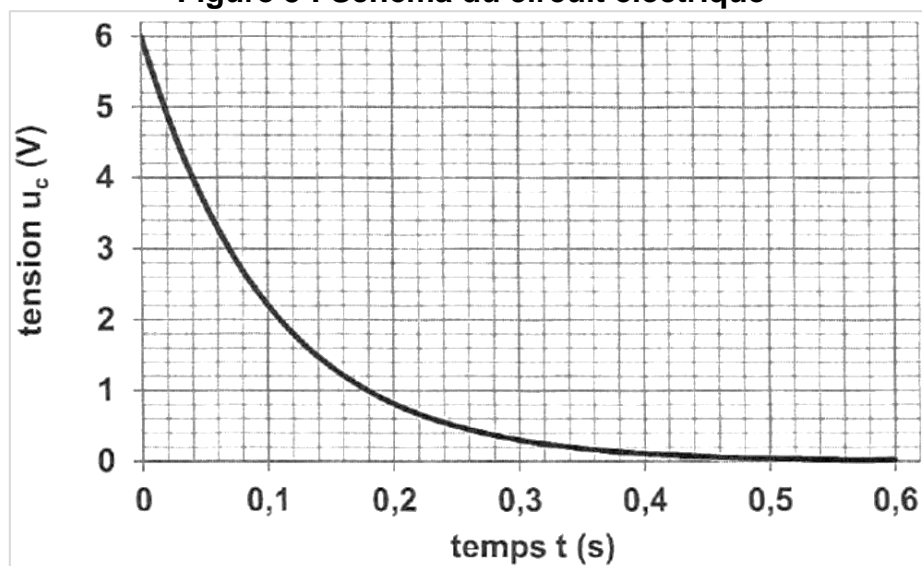

Figure 6 : Décharge du condensateur *au niveau du sol*
Le graphique de la **figure 6** représente l'évolution de la tension u_c aux bornes du condensateur au cours de la décharge en fonction du temps.
D.3. Déterminer, à l'aide du graphe de la **figure 6**, et en justifiant la réponse :